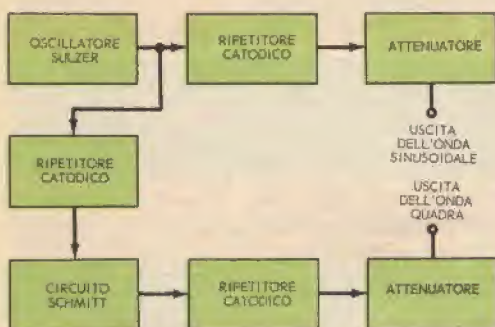

Fig. 4 - Schema a blocchi di uno strumento impiegante il circuito Schmitt. Si noti il largo uso che viene fatto di ripetitori catodici.
**Onde sinusoidali e onde quadre** - In fig. 4 è presentato lo schema a blocchi di uno strumento impiegante il circuito Schmitt. Il circuito fondamentale che determina la frequenza è il ponte di Sulzer (per maggiori dettagli su questo circuito si vedano gli articoli su « Il generatore audio » citati prima). Per ottenere un segnale di uscita ad onda sinusoidale, l'uscita del ponte di Sulzer viene inviata ad un ripetitore catodico e quindi ad un circuito di attenuazione. Dal ponte di Sulzer viene prelevato un segnale ad onda sinusoidale da applicare come impulso di comando al circuito Schmitt. Perciò le frequenze di uscita, sia ad onde sinusoidali sia ad onde quadre, sono determinate dal ponte di Sulzer.